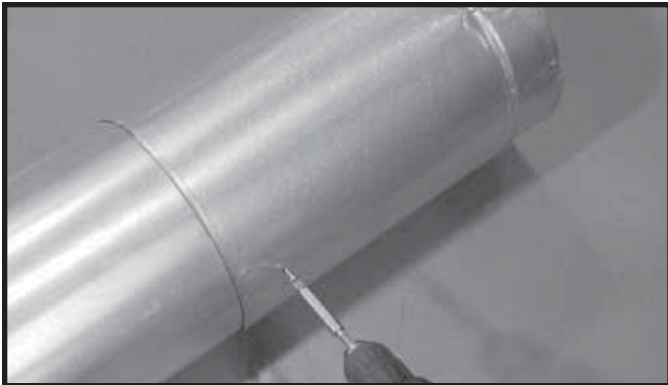

Figura 10.6 Aseguramiento de la sección ajustable
- Use los hoyos guía de la sección ajustable para unir la sección de tubo fijo y la sección ajustable. Use dos tornillos que no sobrepasen 1/2 pulg. (13 mm) de largo. Consulte la Figura 10.6.